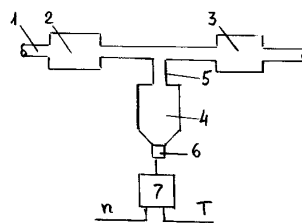

Рис.3
В патенте Германии 4033269 описан **глушитель шума выхлопа для автомобиля**. Шумоглушитель (рис.3) состоит из выпускного трубопровода 1, за которым следует пассивный предглушитель 2 и следующий предглушитель 3. Между ними через трубопровод 5 подключен резонатор Гельмгольца 4. Собственная частота резонатора 4 регулируется актуатором 6, который соединен с блоком управления 7. На блок управления поступают сигналы с датчиков частоты вращения (n) и температуры отработанных газов (T).